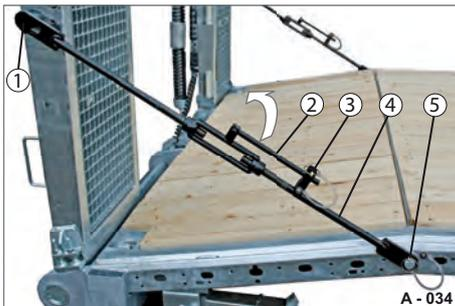
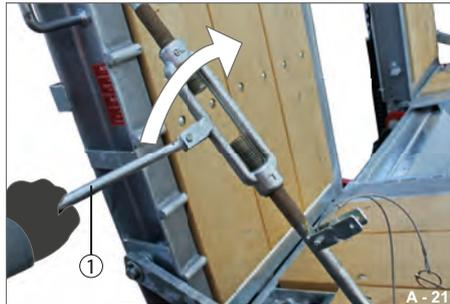

Abb. 44 Sicherungsspanner entsichern
Abb. 45 Sicherungsspanner lösen
- ▶ Sicherungsstift (Abb. 44/3) herausziehen, Hebel (Abb. 44/2) nach oben schwenken.
- ▶ Hebel (Abb. 45/1) drehen, bis sich der Sicherungsspanner (Abb. 44/4) entspannt hat. Sicherungsspanner ist locker und kann oben vom Zapfen (Abb. 44/1) abgenommen werden.